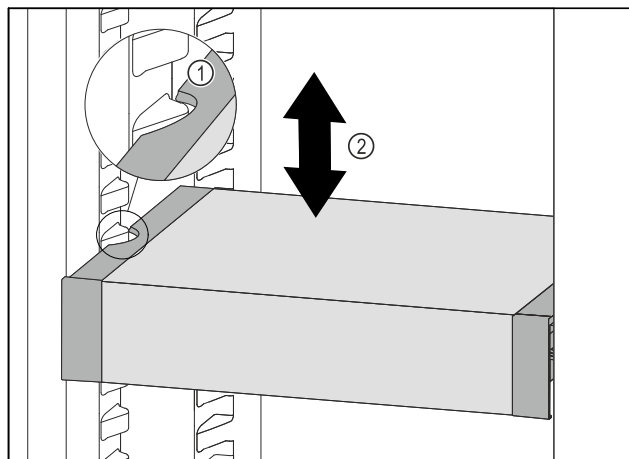

Fig. 113
- VarioSafe ťahajte dopredu, dokým sa bočné vybrania VarioSafe nebudú nachádzať vo výške rebra nádoby v chladničke. Fig. 113 (1)
- VarioSafe v chladničke presúvajte nahor alebo nadol, dokým sa dosiahne požadovaná výška. Fig. 113 (2)